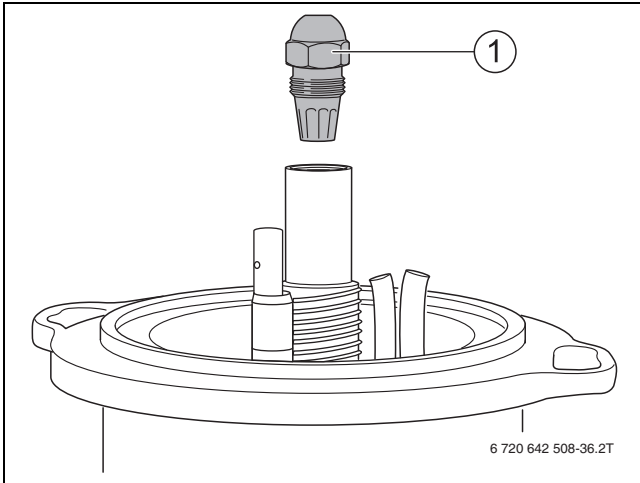

Bild 37 Düse abschrauben
- ▶ Düse abschrauben (→ Bild 37, Seite 25).